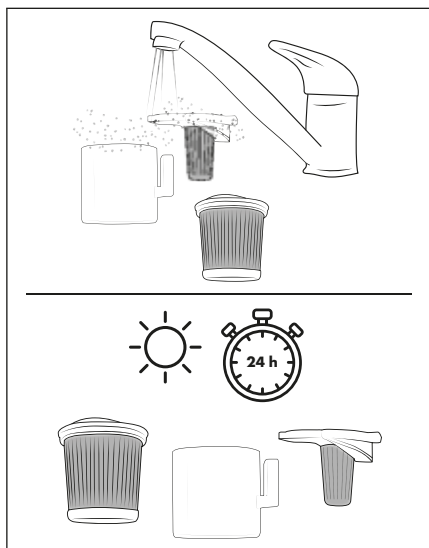

Fig. 18
- 5) Lavare il contenitore del filtro HEPA **5**, il filtro HEPA **4** e il filtro in acciaio inox **6** con acqua fredda o tiepida. Lasciare asciugare completamente all'aria il contenitore del filtro HEPA **5**, il filtro HEPA **4** e il filtro in acciaio inox **6** prima di inserirli nuovamente nel contenitore della polvere **7** (vedere fig. 18).